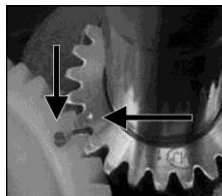

Fig. 12
- a. Alignez la marque sur l'arbre à cames avec la marque sur le vilebrequin (fig. 12).